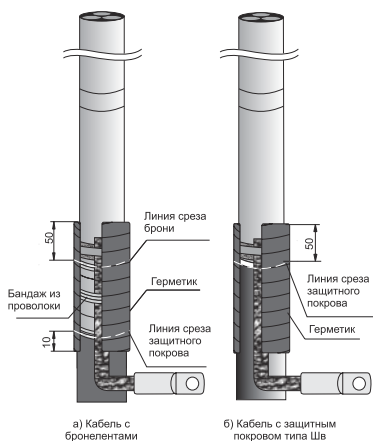

Рисунок 6
4.13 Обезжирить ступень брони и оболочки с проводом заземления и обмотать лентой герметика. Намотку начинать, отступив 50 мм от среза брони (защитного покрова в случае кабеля с защитными покровами типа Шв) в сторону конца кабеля. Намотку выполнить с заходом на 10 мм на защитный покров кабеля. Наматывать герметик с 20 %-ным перекрытием и небольшим вытягиванием. Разделительную бумагу герметика следует удалять по мере намотки (рисунок 6).